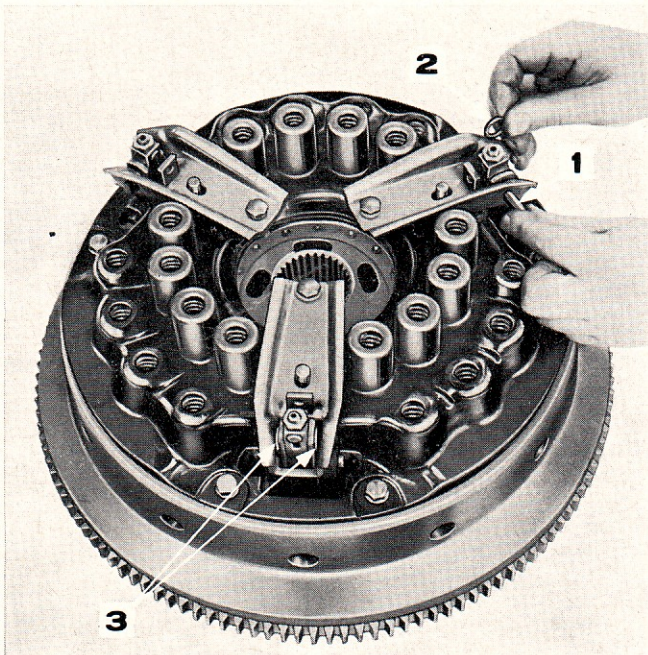

Figure 32: Pose des barrettes de poussée des doigts de débrayage et de leurs entretoises
10. Monter les doigts de débrayage, les barrettes de poussée et les entretoises: enfiler les barrettes à travers les doigts, les entretoises, les trous supérieurs des biellettes principales et les biellettes du plateau de prise de force (Figure 32). Monter des goupilles fendues neuves aux bouts des barrettes de poussée.